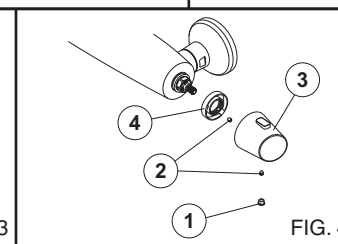

FIG. 4
En el caso que se quisiera cambiar el caudal fijo de bloqueo actuar como se indica (Fig. 4).
- Quitar la plaqueta (Fig. 4, nº 1).
- Manteniendo firme la maneta (Fig. 4, nº 3 - 4) desenroscar el tornillo (Fig. 4, nº2).
- Extraer la maneta (Fig. 4, nº3) y la tuerca de regulación (Fig. 4, nº 4) (Para quitar esta última primero desenroscar el tornillo allen (Fig. 4, nº2)).
- Volver a montar la tuerca de regulación tirándola en sentido antihorario, si se quiere mayor caudal y en sentido contrario, si se quiere disminuir (Fig.4, 4).